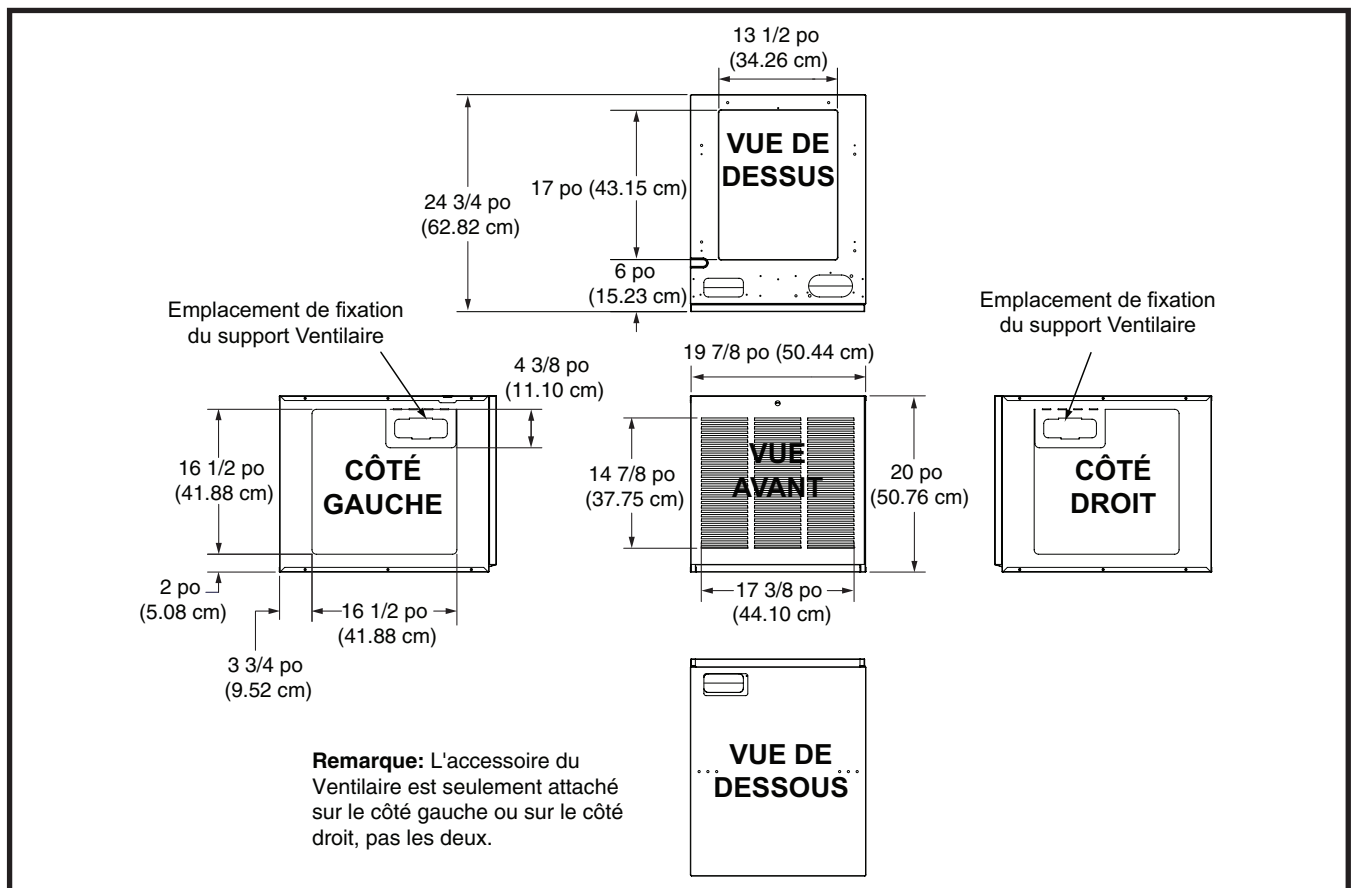

Figure 19. Dimensions du support ascendant de la fournaise E7
chaud ou des appareils électriques pourraient avoir une incidence négative sur son fonctionnement. Consultez la feuille de directives du fabricant du thermostat pour obtenir les renseignements de montage détaillés. Voyez la Figure 19 (page 15) pour les branchements de thermostat typiques.
**REMARQUE :** L'installation d'un circuit de thermostat à quatre fils est une exigence minimale. Toutefois, il est recommandé d'utiliser un conducteur à 5 fils pour ajout futur d'un thermostat chaud/froid. Tous les fils de thermostat non utilisés doivent être bien recouverts. Voyez la Figure 19 \(page 15\) pour différents branchements de thermostat.